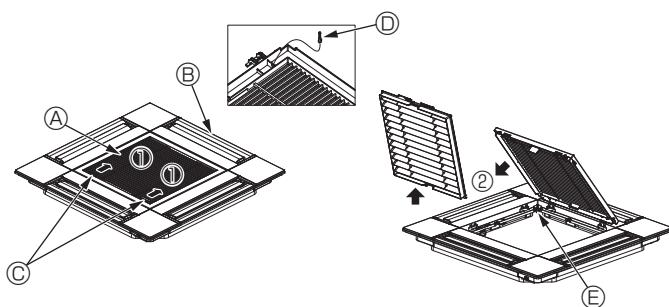

Fig. 6-3
6.2.1. Hava giriş izgarasının çıkarılması (Fig. 6-3)
- Hava giriş izgarasını açmak için kolları ① numaralı okla gösterilen yönde itin.
- Hava giriş izgarası "açık" durumdayken hava giriş izgarasının menteşesini ② numaralı okla gösterilen şekilde izgaradan ayırın.